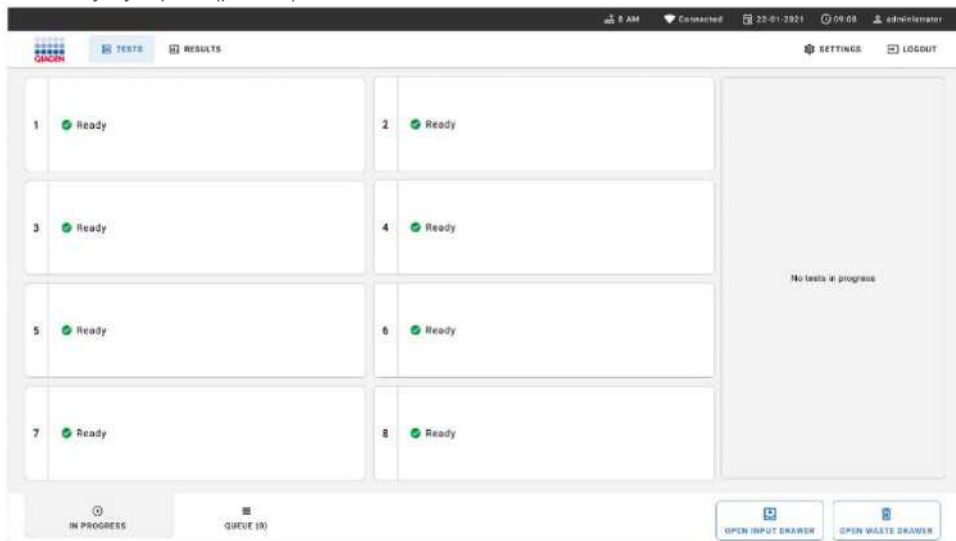

Рис. 53. Главный экран теста.
1. Нажмите кнопку «**OPEN WASTE DRAWER (открыть контейнер для отходов)**» в правом нижнем углу главного экрана теста (рис. 53).
- Нажмите кнопку «**OPEN INPUT DRAWER (открыть загрузочный лоток)**» в правом нижнем углу экрана (рис. 53).